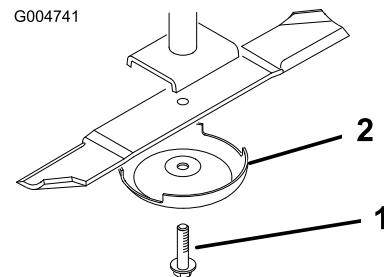

Figura 29
3. Togliete il bullone, la coppa antistrappo e la lama dall'asse del mandrino (Figura 29).